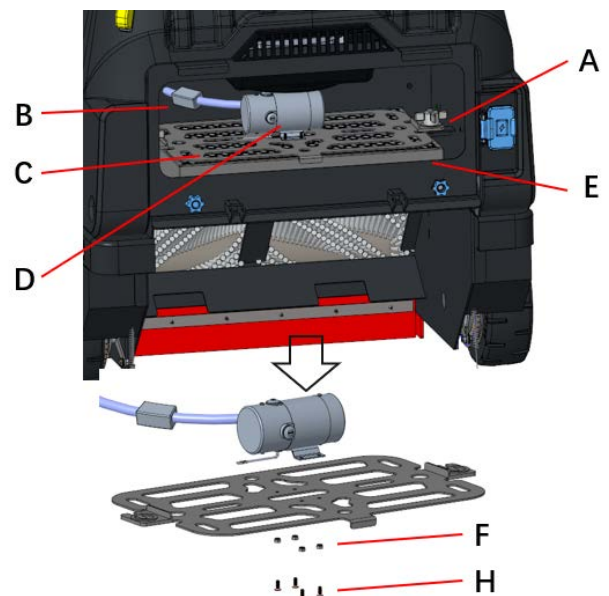

Figura 63
7. Svitare le manopole (A, Figura 63).
8. Scollegare il connettore del motore scuotifiltro (C, Figura 63) (B, Figura 63).
9. Rimuovere il telaio di fissaggio del filtro polveri (D, Figura 63).
10. Rimuovere il filtro polveri (E, Figura 63).
11. Svitare la vite (F, Figura 63) e il dado (H, Figura 63)